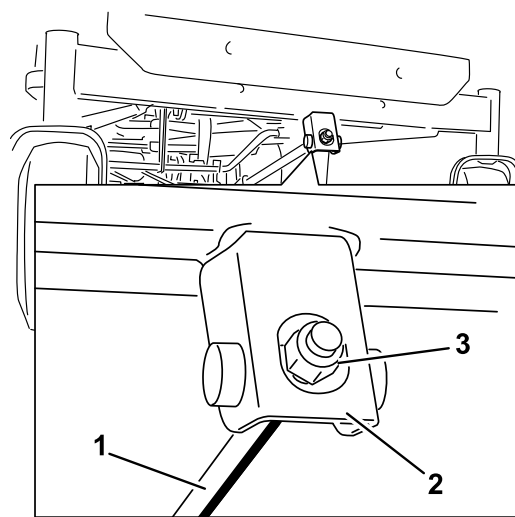

Figure 74
- Pour régler l'inclinaison avant/arrière des lames, tournez l'écrou de réglage à l'avant du plateau de coupe (Figure 74).
5. Soulevez l'arrière du plateau de coupe et guidez les supports sur la tige de levage arrière (Figure 74).
6. Fixez la tige de support avant au plateau de coupe à l'aide de l'axe de chape et de la goupille fendue (Figure 74).